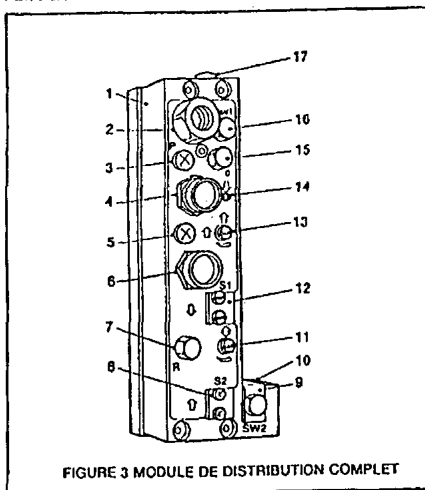

FIGURE 3 MODULE DE DISTRIBUTION COMPLET
TÊTE DE COMMANDE COMPLETE (Fig 3)
Réaliser quelques essais de perçage pour déterminer l'avance idéale et les réglages de l'HCU à l'aide de (11) Figure 3.